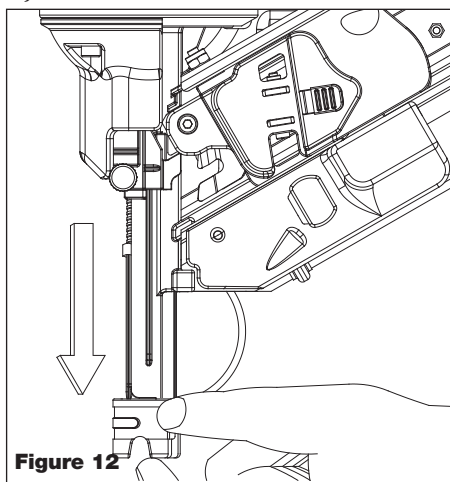

Figure 12
3. Déplacer la PC d'avant en arrière dans la mesure voulue. Déplacer la PC vers l'outil pour augmenter la profondeur du clou. Déplacer la PC en l'éloignant de l'outil pour réduire la profondeur du clou. Voir la figure 12.